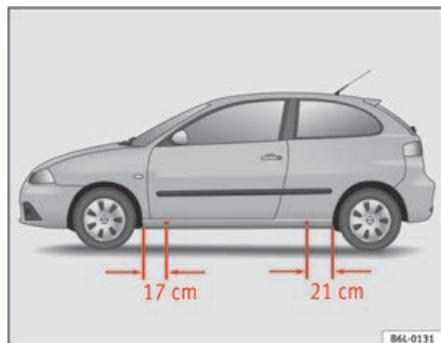

Fig. 143 Punti di appoggio per il cric
- Applicare il cric al longherone inferiore del veicolo nel punto di appoggio più vicino alla ruota da sostituire ⇒ fig. 143.
Sul montante inferiore sono segnati i punti a cui applicare il cric ⇒ fig. 143. È previsto un punto per ogni ruota. Non collocare il cric in altri punti.